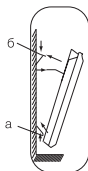

Рис. 6
мо следующим образом (рис. 6):
- наденьте на кронштейн нижнюю часть конвектора при помощи специальных отверстий, расположенных в нижней части конвектора (рис. 6, а);
- наденьте верхнюю часть конвектора на кронштейн, зафиксировав его при помощи защелок на кронштейне (рис. 6, б);